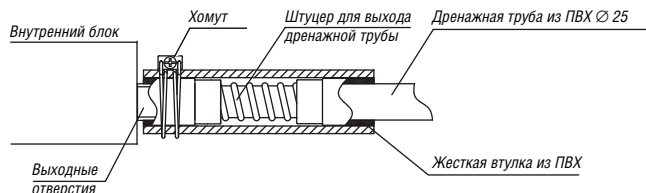

Рисунок 8-1
- Для соединения выхода внутреннего блока с трубой слива воды из ПВХ следует использовать дренажный патрубок из комплекта поставки. Закрепите патрубок с помощью хомута из того же комплекта (см. рис. 8-1).